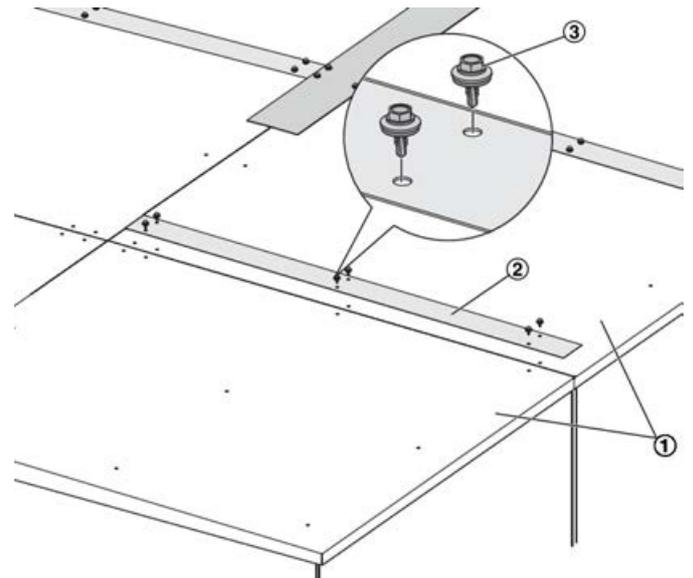

Abb. 21: Verbindung von Dachsegmenten
- ① Dachsegmente
- ② Abdeckschienen
- ③ Bohrschrauben mit Dichtscheiben
- ④
1. ▶ Alle Fugen zwischen den Dachsegmenten (Abb. 21 /1) mit Abdeckschienen (Abb. 21 /3) verbinden, Abdeckschienen mit Bohrschrauben (Abb. 21 /4) befestigen.